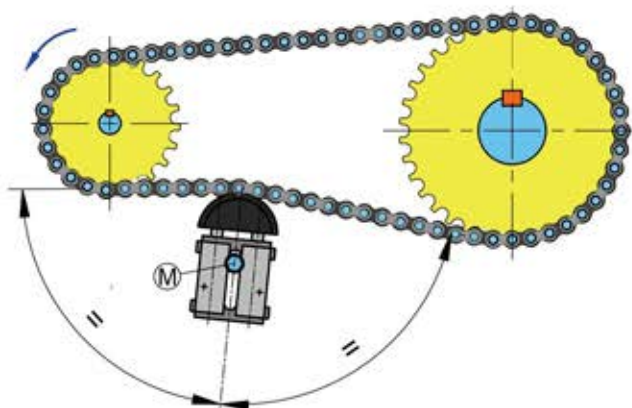

fig. 3
- 3) Place GRIGIO tensioner preloaded, into the transmission and push it toward the chain or the belt. Tighten the M screw (if it is necessary use two screws). In this phase pay attention to the angle of positioning as shown in fig. 3.
Affinchè GRIGIO possa operare ottimamente sulla trasmissione a catena o a cinghia è necessario che esso sia posizionato correttamente. Il tenditore va montato sul ramo condotto della trasmissione ed il più vicino possibile al motore (fig.3). Riportiamo delle semplici azioni di montaggio da eseguire in fase di messa in opera:
- 3) *Posizionare il tenditore GRIGIO, così precaricato, sulla trasmissione e spingerlo contro la catena o la cinghia. Stringere la vite M (se ritenuto necessario utilizzare due viti). In questa fase si dovrà fare attenzione all'angolo di posizionamento come mostrato in fig. 3.*